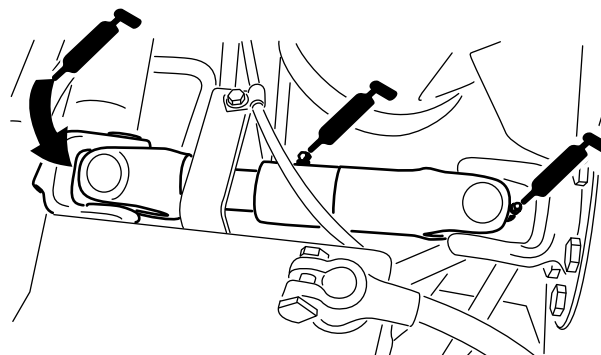

Figura 44
- Articulação do direção do eixo (3) (Figura 44)